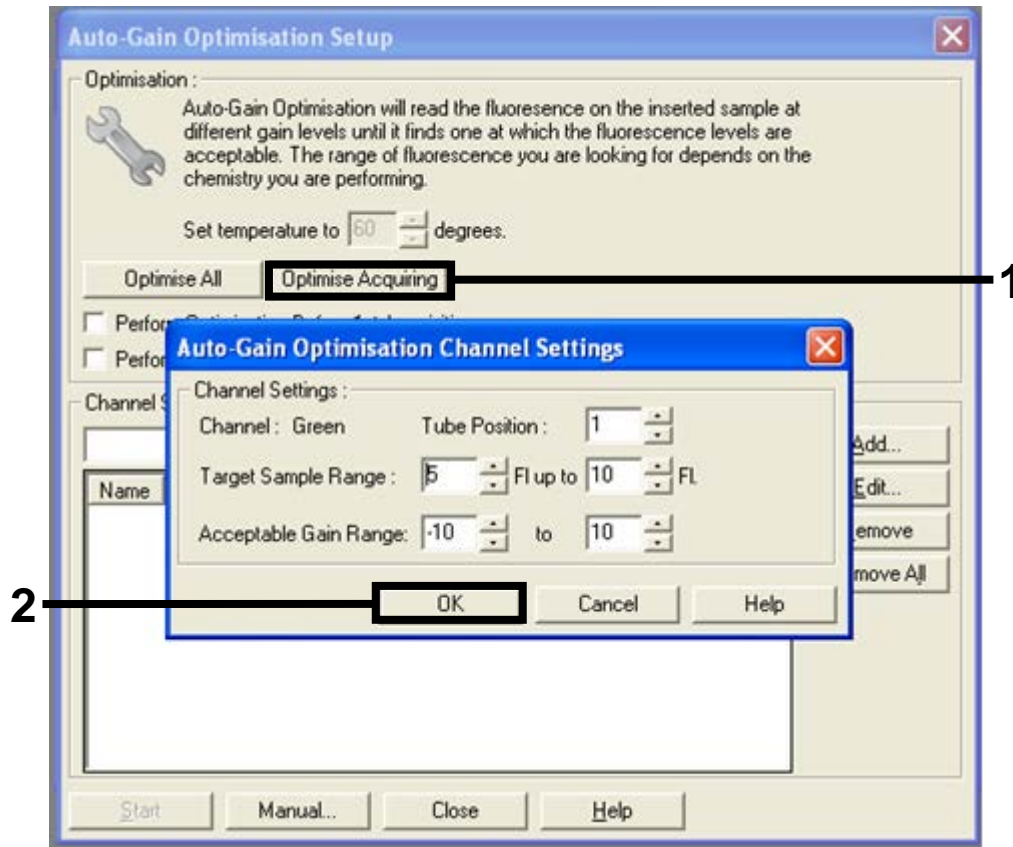

Ilustración 31. Optimización de la ganancia automática para el canal verde (1 = Botón "Optimise Acquiring" [Optimizar adquisición], 2 = Botón "OK" [Aceptar])
13. Haga clic en el botón "Optimise Acquiring" (Optimizar adquisición). Para cada canal, se muestra la configuración de canal. Acepte los valores predeterminados haciendo clic en "OK" (Aceptar) para ambos canales (ilustración 31).